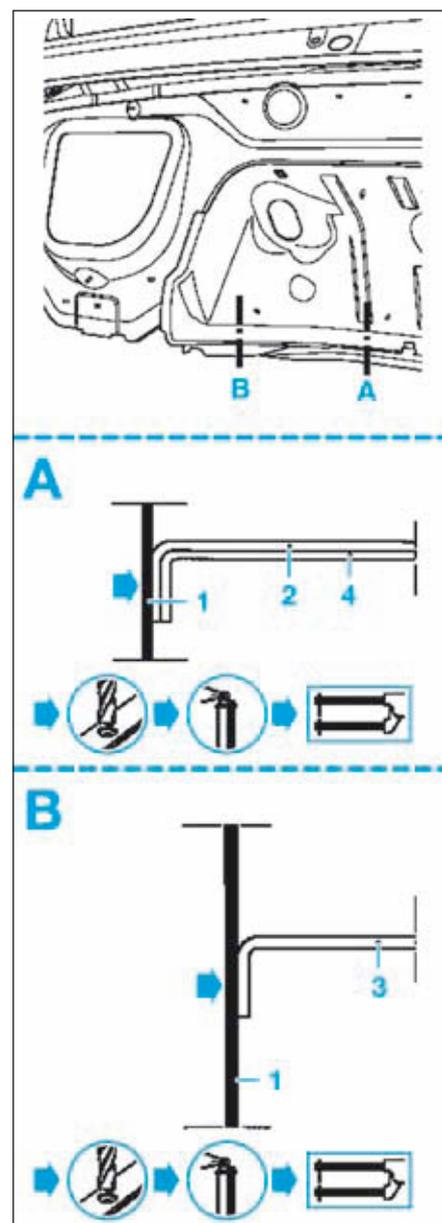

FIG.88
- Dépointer comme illustré (Fig.88).
- Tracer puis percer à l'aide d'un foret pour un soudage ultérieur par points (Fig.88).
- Souder par points électriques (Fig.88).